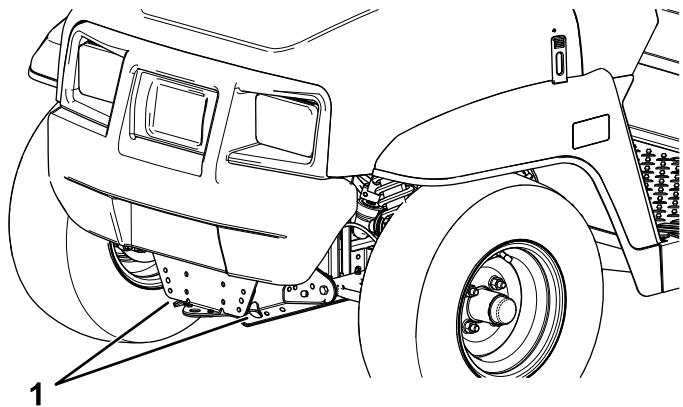
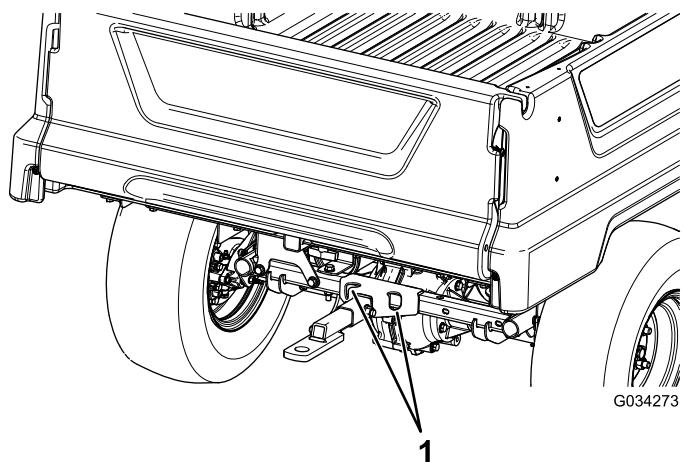

Figure 25
Figure 26
L'emplacement des points d'arrimage sur la machine est indiqué à la Figure 25 et la Figure 26.
2. Accrochez un câble de remorquage à la flèche d'attelage à l'avant du cadre de la machine (Figure 25).